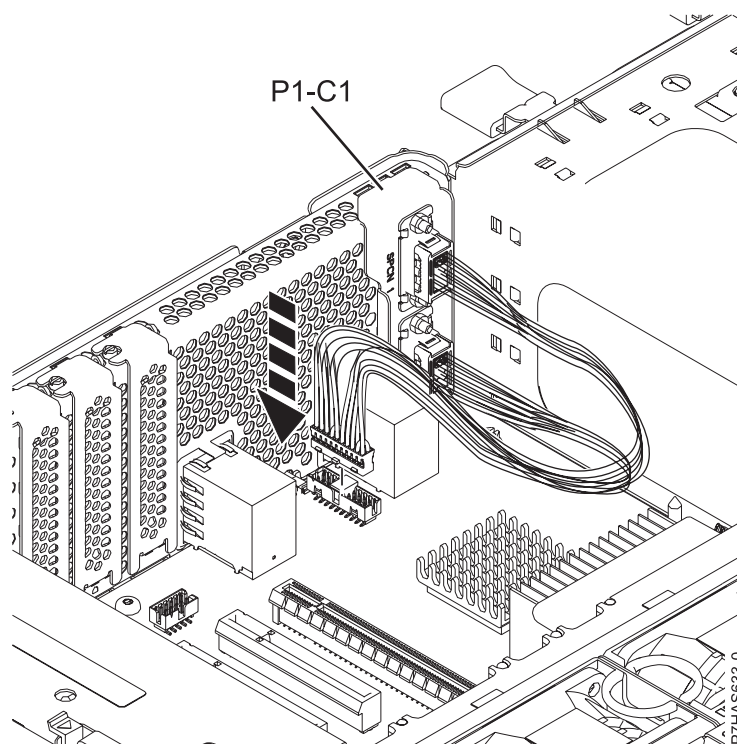

Figura 4. Instalación del cable de SPCN
- c. Enchufe el otro extremo del cable en el conector de la placa del sistema, tal como se muestra en la Figura 4.